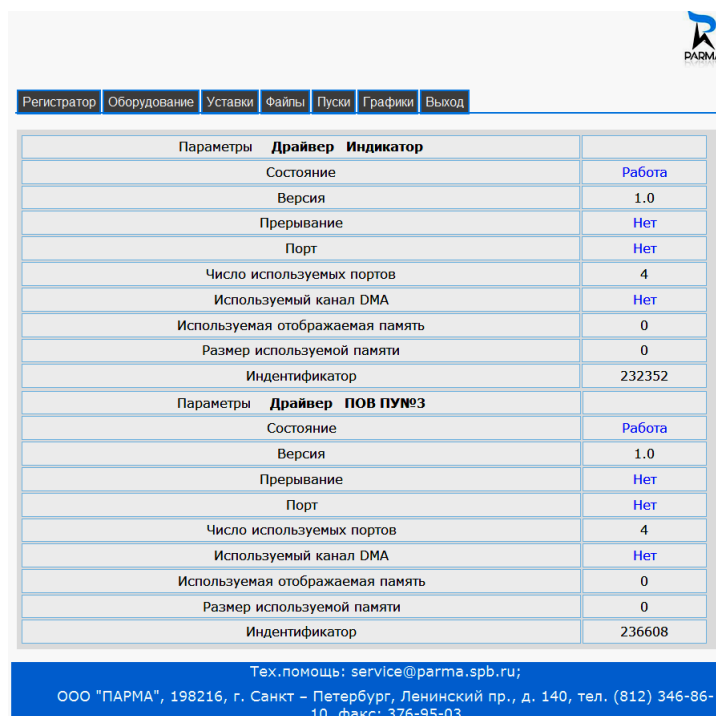

Рисунок 29. Вкладка “Оборудование”.
7.3.3.3 Для выбора просмотра диаграммы изменения параметра статистики, рисунок 29, необходимо переместить указатель компьютерной мыши на название параметра и нажать левую клавишу.